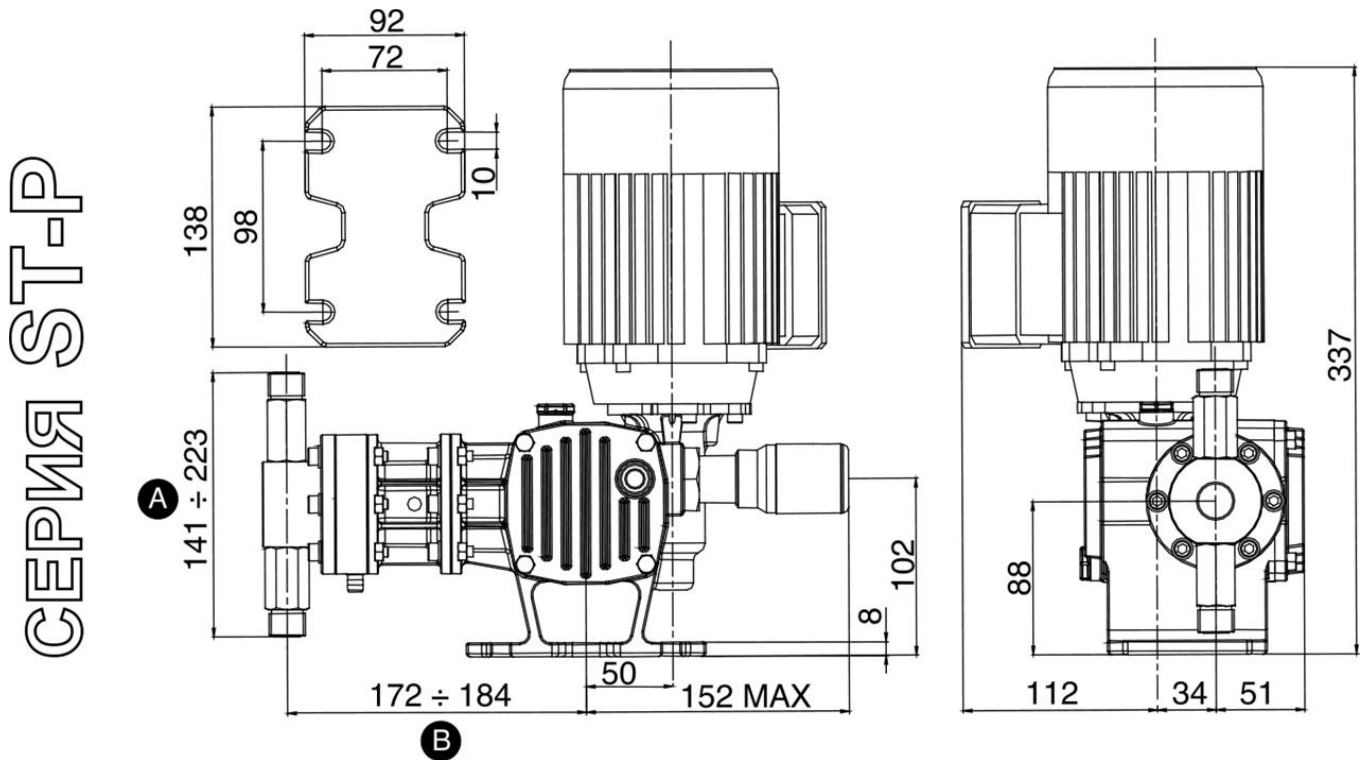

Рис.2 (розміри вказані в мм.)
- Зафіксуйте насос болтами, як показано на Рис. 2, 3, 4, 5, розташованими на підставі насоса.